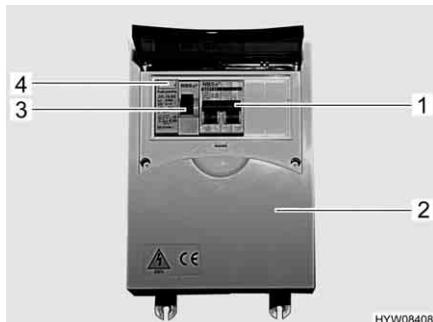

Fig. 40 Scatola dei fusibili a 230 V con interruttore di sicurezza e interruttore automatico FI
Un interruttore di sicurezza per correnti di guasto (interruttore automatico FI) (Fig. 40,3) nella scatola dei fusibili (Fig. 40,2) protegge l'intero veicolo da correnti di guasto (0,03 A).
L'interruttore di sicurezza collegato in serie (10 A) (Fig. 40,1) protegge le prese da 230 V, il frigorifero e la centralina elettrica.
- Se il veicolo è collegato all'alimentazione a 230 V, premere il tasto di controllo (Fig. 40,4). L'interruttore di sicurezza per correnti di guasto (FI) deve scattare.